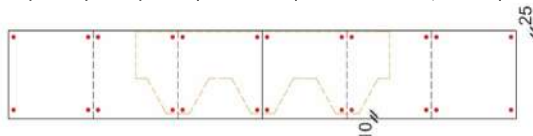

Рис. 12 Схема крепления коньково-карнизной черепицы на карнизе.
- 8.2.10 Нижняя кромка гонтов первого ряда должна отступать на 10 мм от нижней кромки карнизной полосы (рис. 12).